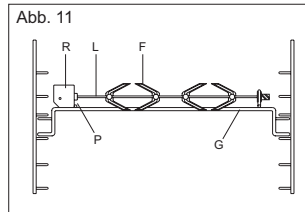

Abb. 11
- Das Hähnchen oder die zu grillende Speise auf den Spieß **L** stecken und mit den beiden Gabeln **F** blockieren und ins Gleichgewicht bringen, um eine unnötige Belastung des Getriebemotors **R** zu verhindern (Abb. 11).
- Den Spieß in die Halterung **G** einsetzen, nachdem man das andere Ende in das Loch **P** des Getriebemotors **R** gesteckt hat (Abb. 11). Führen Sie die Halterung **G** vollständig in den Backofen ein, so dass die Stange **I** in der Öffnung **H** des Motors **M** des Drehgrills sitzt (Abb 12).